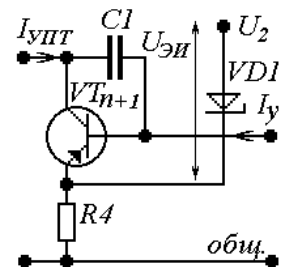

Рис.13. Вариант 1
$$U_{K_{n+1}} = (1 + \delta_1) U_{2ном} - \sum_{l=1}^n U_{БЭ_l}, \text{ для рис. 13, 14.} \quad (30)$$
$$U_{ЭИ} = 0.5 U_{2ном}, \text{ для рис. 13, 14.} \quad (35)$$
$$R_4 \leq \frac{U_{2ном} - U_{ЭИ}}{I_{cm1min} + I_{УПТmax}}, \text{ для рис. 13, 14.} \quad (37)$$